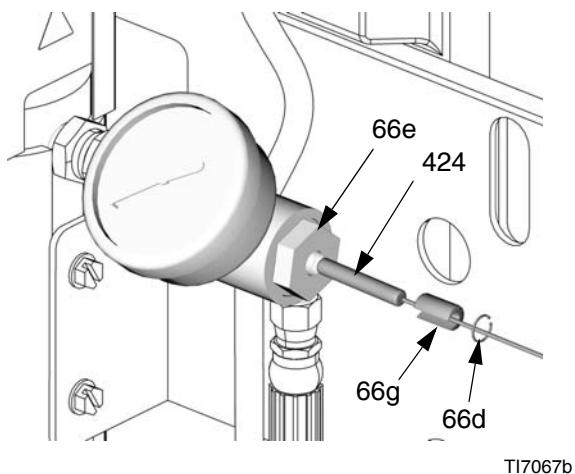

Рис. 10. Датчик температуры
- Снимите датчик температуры (424).
- Извлеките пружинное кольцо (66d) из канала измерения температуры (66e). См. Рис. 10.
- Извлеките датчик (424) и распорку (66g) из канала измерения температуры.
- Снимите крышку доступа (39) на задней панели модуля управления.
- Отсоедините кабель питания дисплея температуры от разъемов J14 и J15 в нижней левой части платы управления (406).
- Извлеките четыре винта из штифтов задней панели и снимите дисплей температуры (403) с передней пластины (401).
- Извлеките винт и гайку (409), крепящие дисплей к пластине (403).
- Извлеките кабель датчика через разрез во втулке (411).
- Сборка осуществляется в обратном порядке. Установите дисплей температуры таким образом, чтобы выключенное положение (0) выключателя питания нагревателя располагалось слева, если смотреть на панель управления.